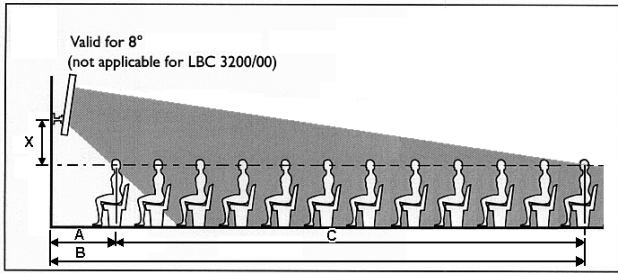
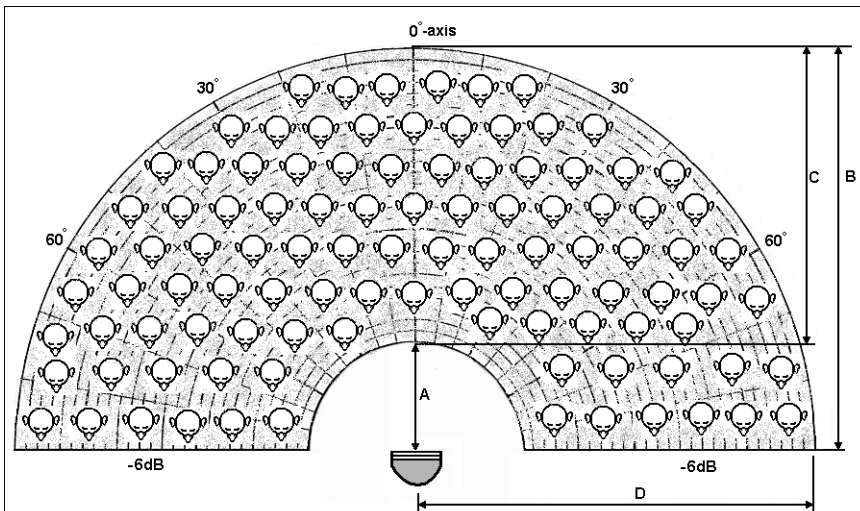
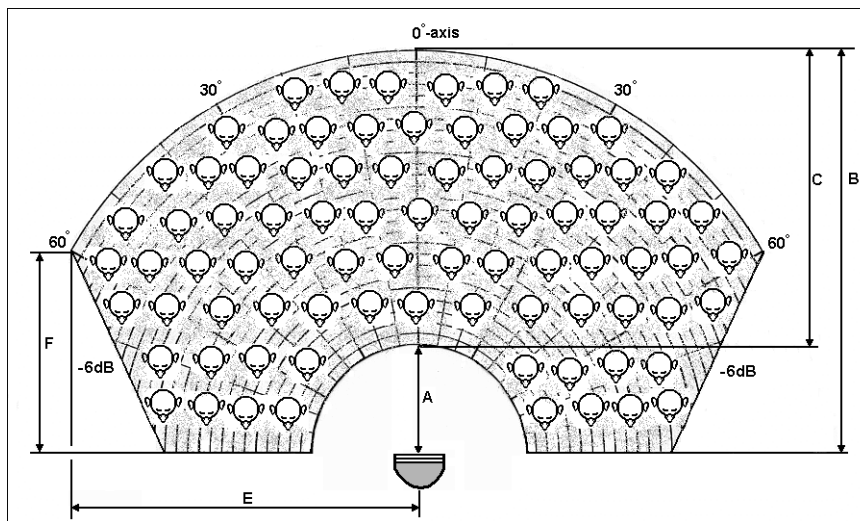

Figure 1: Vue latérale de l'émission sonore des haut-parleurs et du plan d'écoute
Figure 2: Forme de l'octave d'1 kHz des haut-parleurs
Figure 3: Forme de l'octave de 4 kHz des haut-parleurs
1. Déterminez les dimensions de la « zone d'écoute » souhaitée (plan horizontal au niveau des oreilles des auditeurs - voir la ligne en pointillés de la figure 1).
2. Mesurez la distance maximale entre les haut-parleurs et l'auditeur le plus éloigné de la zone d'écoute (correspondant à « B » dans les figures 1, 2 et 3).
3. Reportez-vous au schéma 1 et tracez une ligne verticale à partir de la distance maximale indiquée sur l'axe horizontal. À l'intersection de cette ligne avec la diagonale B, reportez-vous horizontalement sur l'axe vertical. La valeur X (hauteur du support de montage des haut-parleurs au-dessus du plan d'écoute représentée par « X » dans la figure 1) se trouve sur cet axe. Les intersections des lignes horizontales avec les autres diagonales indiquent les dimensions de la zone d'écoute. Ces chiffres correspondent aux figures 2 et 3 (voir également l'exemple ci-dessous).
4. La figure 2 indique la forme de l'octave d'1 kHz émise par les haut-parleurs et la figure 3 montre l'émission de la forme de l'octave de 4 kHz. La zone d'écoute offrant des performances acoustiques optimales se situe entre ces formes. Vérifiez que la forme de 4 kHz, qui tire ses dimensions du schéma 1, couvre de manière appropriée la zone d'écoute souhaitée.